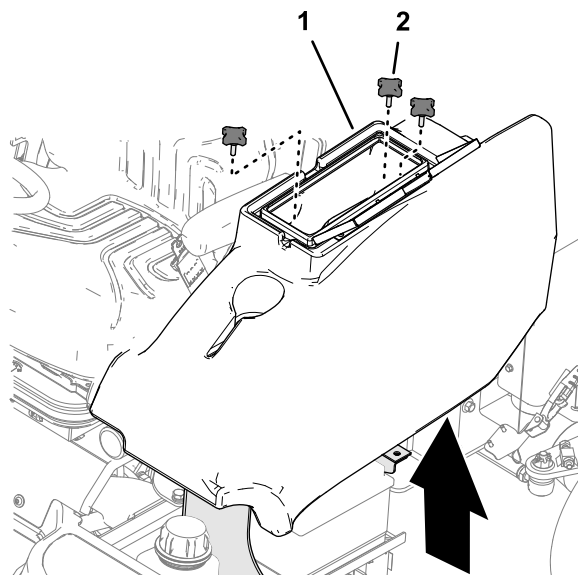

Figure 53
2. Retirez les 3 boutons qui fixent le compartiment de rangement sur la machine et déposez le compartiment (Figure 53).
1. Sur le côté gauche de la plate-forme de l'utilisateur, ouvrez la porte du compartiment de rangement (Figure 53).